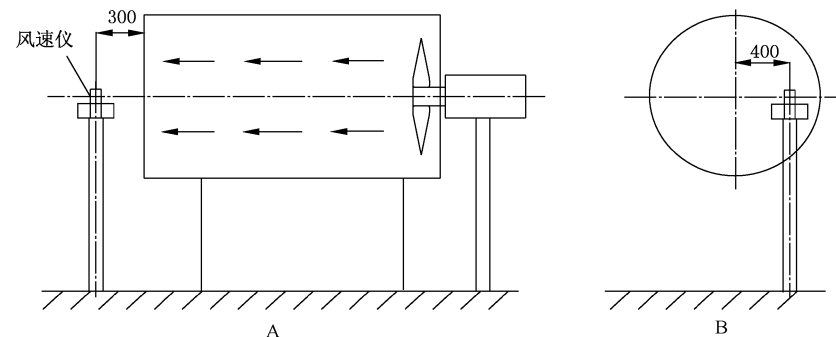

图 2 风速仪位置图
6.2.2.1 将抗风强度测试仪的速度用风速仪进行调整,直到风速达到规定值为止(风速仪放置位置见图2),调整调频旋钮,将风速调至0 m/s。
6.1.2.1 将抗风强度测试仪的速度用风速仪进行调整,直到风速达到规定值为止(风速仪放置位置见图2),调整调频旋钮,将风速调至0 m/s。
6.2.1.1 将抗风强度测试仪的速度用风速仪进行调整,直到风速达到规定值为止(风速仪放置位置见图2),调整调频旋钮,将风速调至0 m/s。
6.1.1.1 试验前先将抗风强度测试仪的速度用风速仪进行调整,直到风速达到规定值为止(风速仪放置位置见图 2),调整调频旋钮,将风速调至 0 m/s。